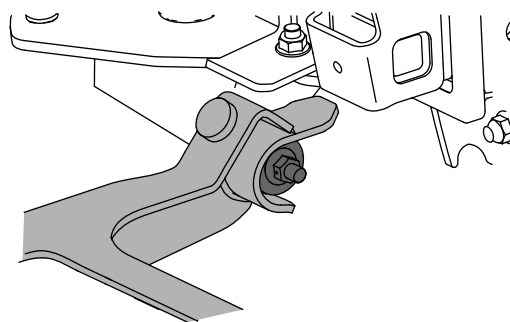

Figure 16
13. Place les fourches de la souffeuse sur les bagues (Figure 16).